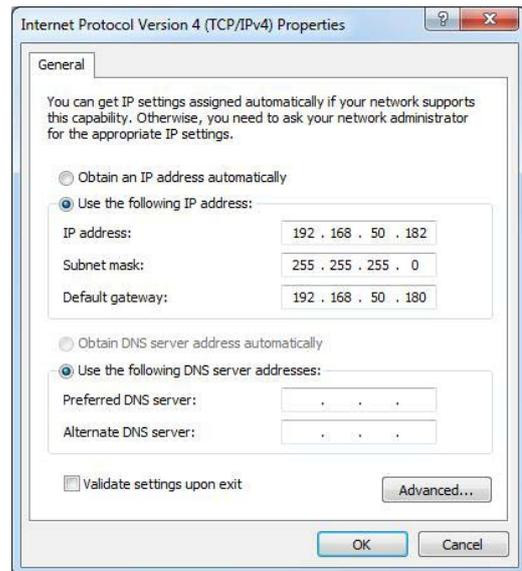

Abbildung 50: TCP/IPv4 Einstellungen
- Wählen Sie „Folgende IP-Adresse verwenden:“ und geben Sie folgende Werte ein (siehe Abbildung 50):